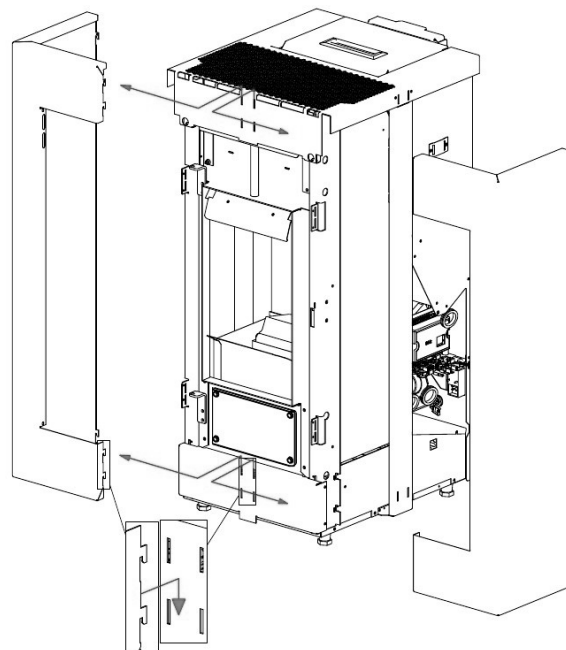

Fig. 55 - Tag siderne af
- Tag de forreste sider af (se **Fig. 55**).